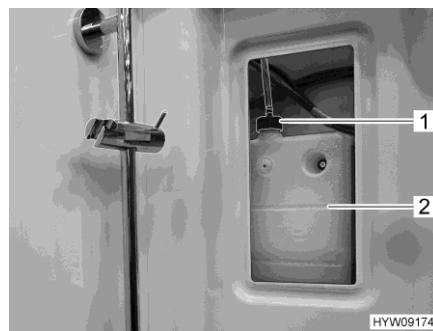
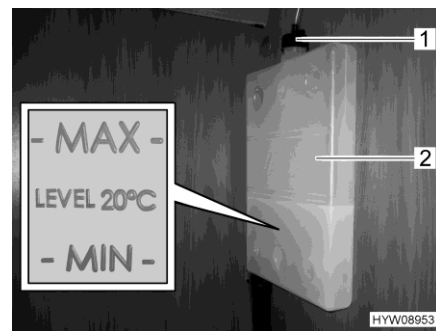

Fig. 228 Recipiente de compensación (calefacción de agua caliente)
Fig. 229 Marca "MIN/MAX"
- Quitar la cubierta para el recipiente de compensación (Fig. 228,2) en la parte superior derecha en la ducha.
- Comprobar si en el recipiente de compensación (Fig. 229,2) el líquido está entre las marcas "MIN" y "MAX" (Fig. 229).
- Abrir la tapa giratoria (Fig. 228,1 ó Fig. 229,1) del recipiente de compensación.